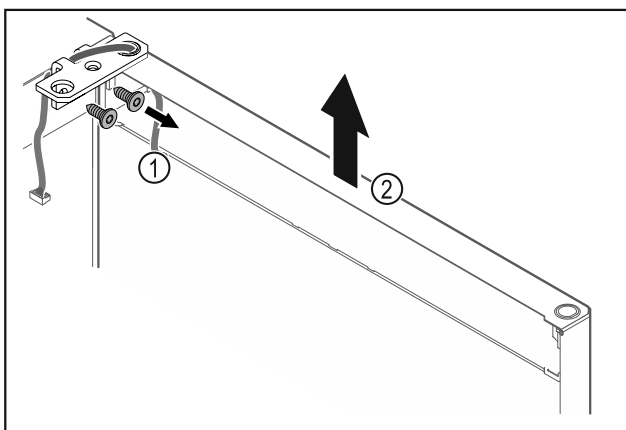

Fig. 19
- ▶ Deșurubați Fig. 19 (1) colțarul balamalei.
- ▶ Ridicați ușa inclusiv colțarul balamalei Fig. 19 (2) aproximativ 200 mm drept în sus și detașați-o.